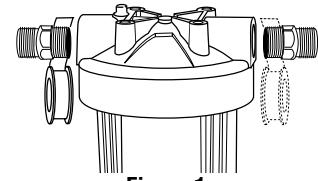

Figure 1
3. **Enrouler le ruban de PTFE autour de l'adaptateur de compression mâle de 1 po (à droite, vous référer à la Figure 1) et visser adéquatement à la tête du filtre. Ne pas utiliser de garniture d'étanchéité (enduit d'enrobage), car certains types peuvent endommager les raccordements de plastique. Ne pas trop serrer car cela peut endommager la tête du filtre. Un système endommagé peut occasionner des dommages matériels associés aux fuites d'eau.**